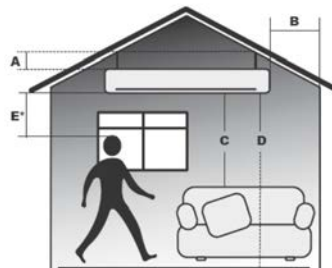

Рис. 1
Минимальные расстояния от обогревателя до других поверхностей согласно рис. 1 приведены в таблице 2.
3. Из крепёжного комплекта установите крепления (1) на прибор, с помощью винтов (4), (5).
4. В соответствие с рис. 1 и таблицей 2 определите место установки